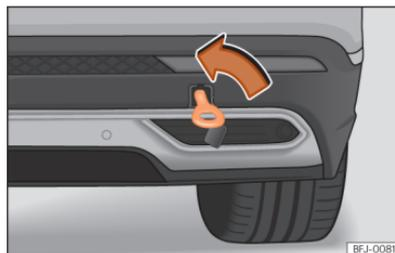

Fig. 227 No lado direito do para-choques traseiro: argola de reboque enroscada.
- Enrosque a argola de reboque no alojamento girando-a ao máximo **no sentido contrário ao dos ponteiros do relógio** »» Fig. 227, »» ⓘ.